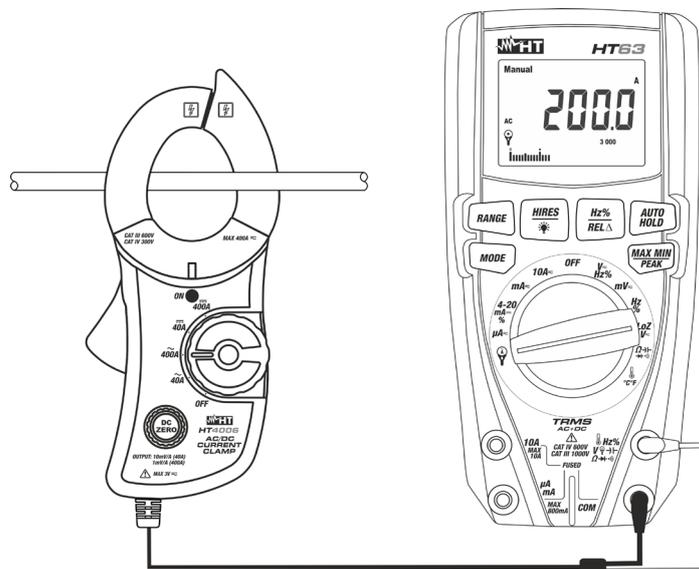

Abb. 2: Verwendung für die Messung von AC/DC Strom zusammen mit Modell HT63
- Öffnen Sie die Stromzangenbacken und umschließen Sie damit den Phasenleiter (siehe Abb. 2). **Beachten Sie bei DC Strommessungen** den angegebenen Pfeil auf dem oberen Teil der Zange (siehe Abb. 1 – Teil 9). Der Pfeil gibt die korrekte Richtung des Stromes an. Der Stromwert **in A** erscheint auf dem Display des Multimeters